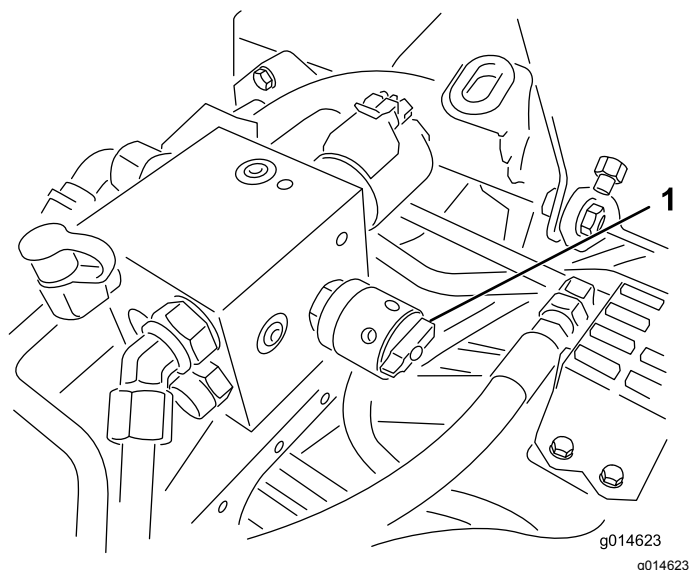

Figura 56
6. Girate il comando di velocità dei cilindri in posizione 1 **Figura 56**.